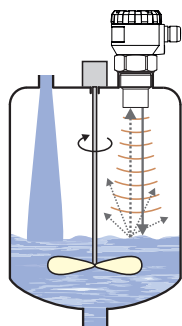

Рис. 12: Слегка волнистая поверхность
- При слегка неспокойной или волнистой поверхности (из-за мешалки, подачи жидкости и т.п.) возможно рассеивание и ослабление ультразвукового сигнала. Это может привести к сокращению диапазона измерения или ненадежному функционированию измерителя уровня (рис. 12).